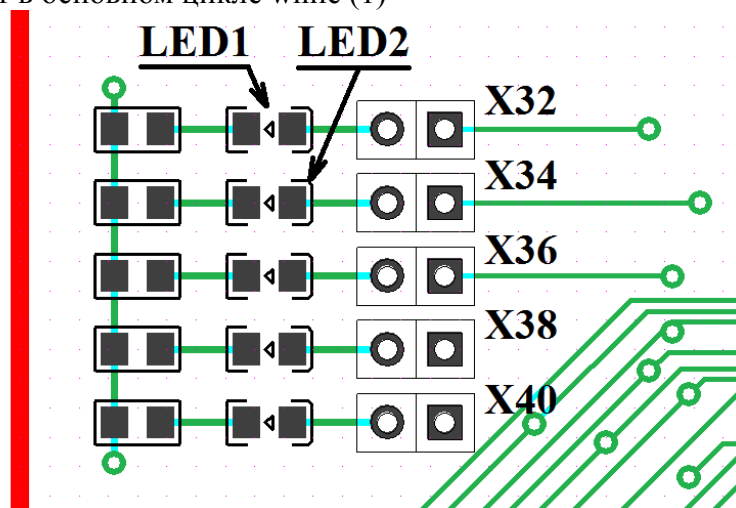

Рисунок 15.2 Расположение диодов на плате
6. Индикация работы WWDG осуществляют светодиоды LED1 и LED2, располагающиеся около переключателей X32, X34 на плате (см. Рисунок 15.2).